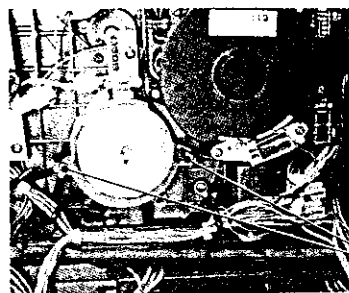

Abb. 2-31
3. Die Einstellschraube (C) für die Neigung so einstellen, daß das Band am unteren Teil des Aufspulführungsstiftes ohne Knittern entsprechend Abb. 2-31 entlangläuft.
3. Die beiden Befestigungsschrauben der Abdeckung entsprechend Abb. 2-31 herausschrauben und Abdeckung abnehmen.
- Die Plastikabdeckhaube der Schwungmasse austauschen und entsprechend Abb. 2-31 mit zwei Schrauben fixieren.